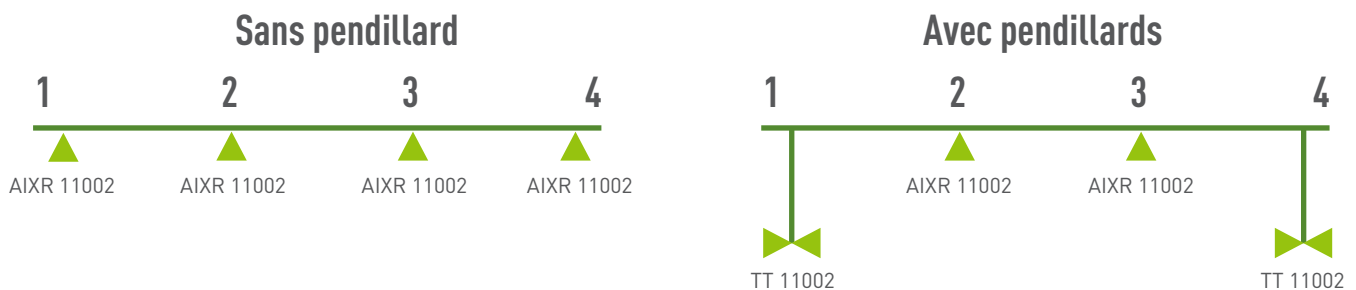

Figure 6. Illustration des combinaisons de buses sur la rampe horizontale sans pendillard et avec pendillards, selon les données du tableau 2
Au bout des pendillards, les buses de type Turbo Teejet (TT) donnent un angle de pulvérisation large et légèrement décentré, qui procure une meilleure couverture de toute la surface de l'arbre. Le tableau 2 et la figure 6 mettent en évidence les caractéristiques des buses qui ont été utilisées dans le cadre du projet et qui sont recommandées.